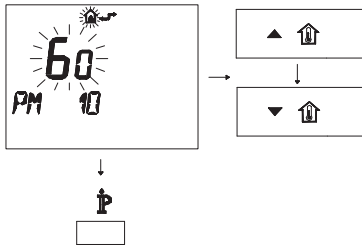

Fig. 5.70
- Per modificare il SET programmato agire sui pulsanti ▲**IP** o ▼**IP** e aspettare che il numero programmato cominci a lampeggiare (Fig. 5.70).